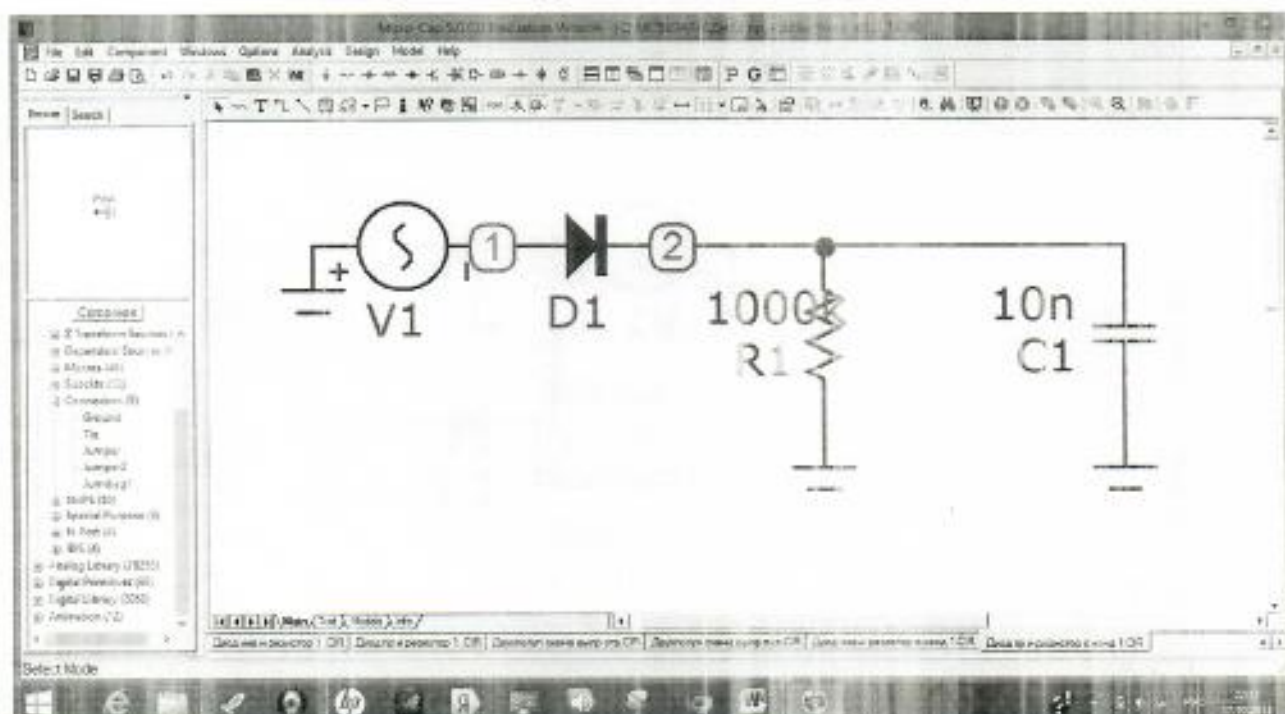

Рис.7.11. Однополупериодная схема выпрямления синусоидального напряжения в постоянное напряжение положительной полярности
11. Поместить в рабочее поле экрана из папки DATA однополупериодную схему выпрямления синусоидального напряжения в постоянное напряжение положительной полярности ДИОД ПР И РЕЗИСТОР С КОНД 1 (рис. 7.11). Вывести на печать.